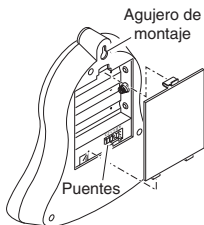

Figura 2
2. **Abra el compartimiento de la pila de la campana.** Presione el seguro en la parte de atrás de la campana y levante la tapa de la pila (vea la Figura 2).